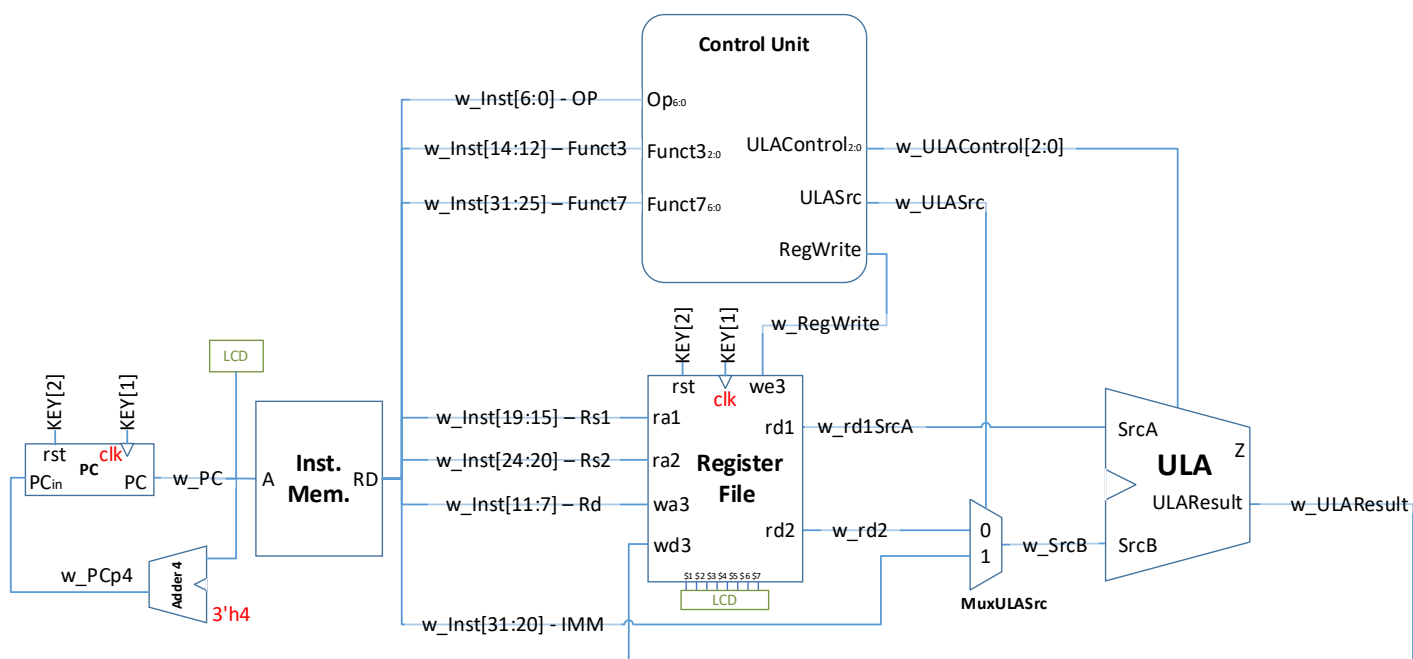

Figura 1 – Processador v0.1
- É ilustrado na Figura 1 o diagrama de blocos do processador RISC-V v0.1. Além do banco de registradores e da ULA implementados anteriormente, será necessário incluir:
Tabela 1 –fios utilizados na montagem da Figura 1